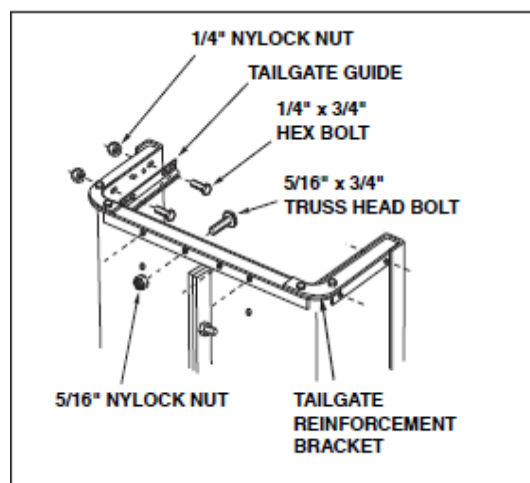

Рис. 2
5. Расположите скобу усиления заднего борта как показано на рис. 2. Присоедините скобу к днищу корпуса при помощи 4-х болтов (5/16x3/4) и гаек (5/16). Не затягивайте.
6. Расположите направляющие борта с внутренней стороны корпуса направляющими каналами вперед (рис.2). Прикрепите с помощью 4-х болтов (1/4x3/4) и гаек (1/4). Не затягивайте.